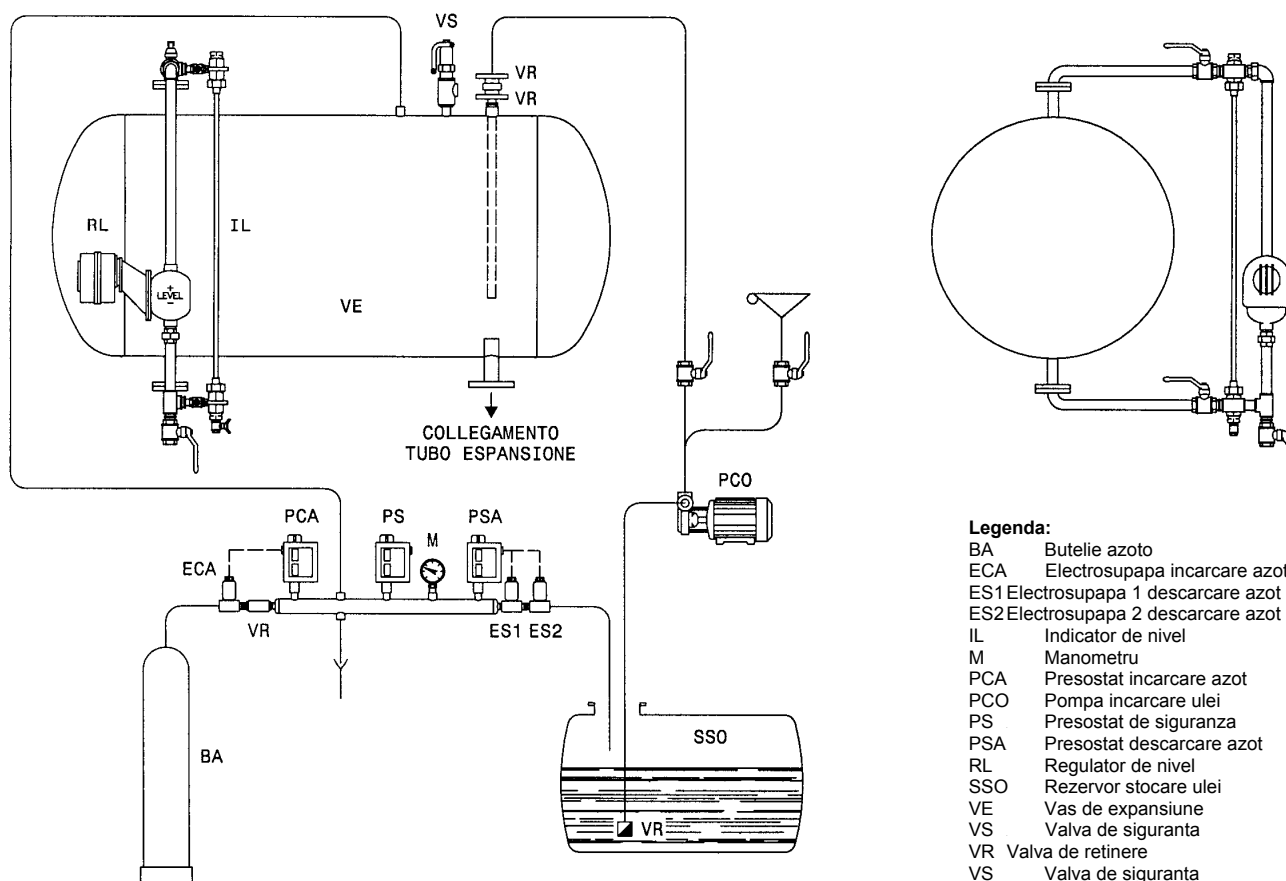

Fig. 7 – Schema vasului de expansiune
3.2 ACCESORII AL VASULUI INCHIS (Fig. 7)